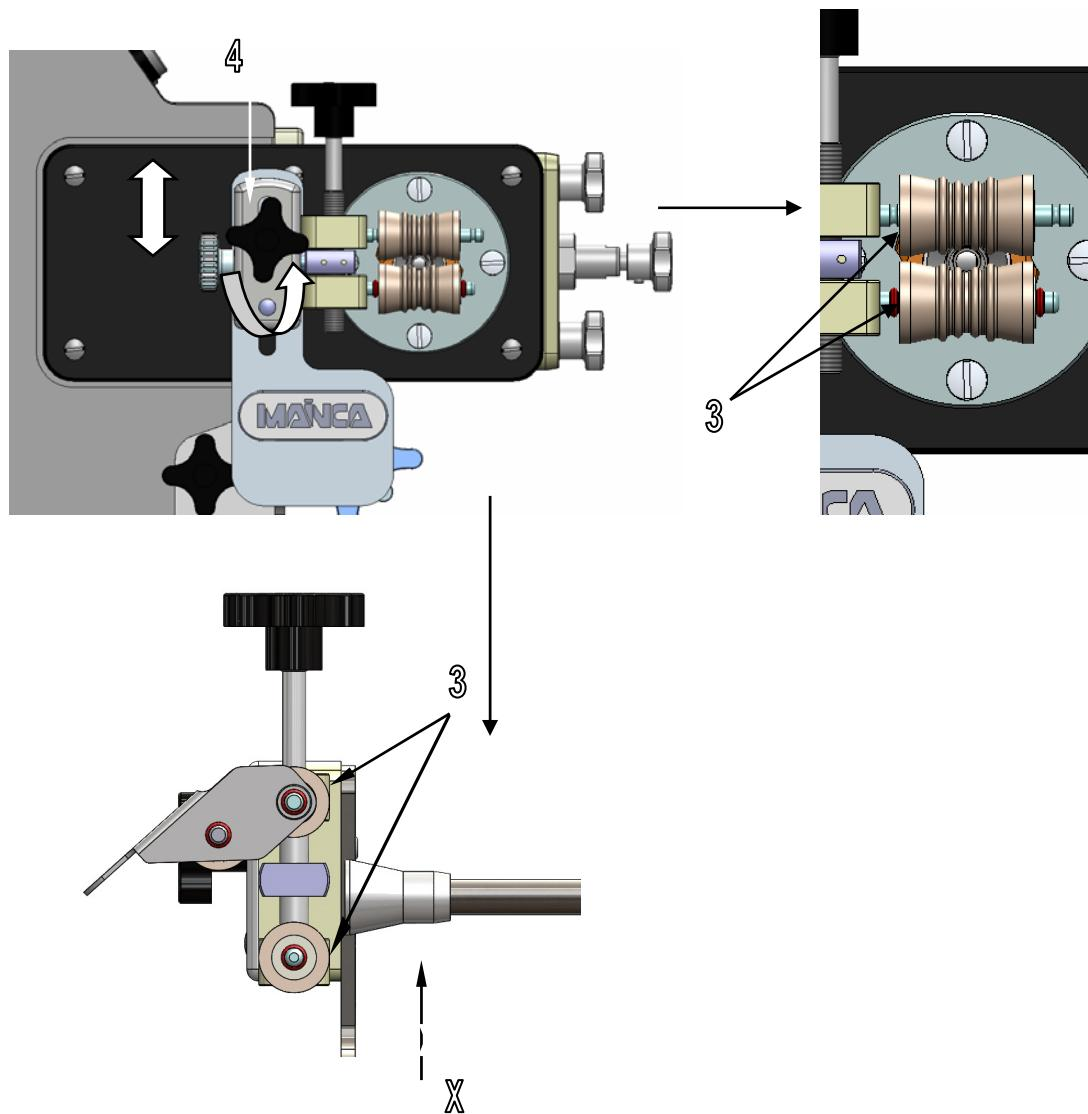

fig. 12
Die Unterseite der oberen Rolle (3) sollte so an der Mitte der Silikontülle (X) ausgerichtet werden, dass ein einwandfreies Abdrehen möglich ist und die Würste ungehindert herausgleiten (siehe Abb. 12).